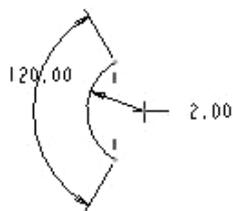

图 2-42 标注弧度
(1) 单击尺寸标注按钮 ，进入尺寸标注操作。
(2) 单击圆弧的两个端点，然后单击圆弧，最后单击鼠标中键以放置尺寸，结果如图 2-42 所示。